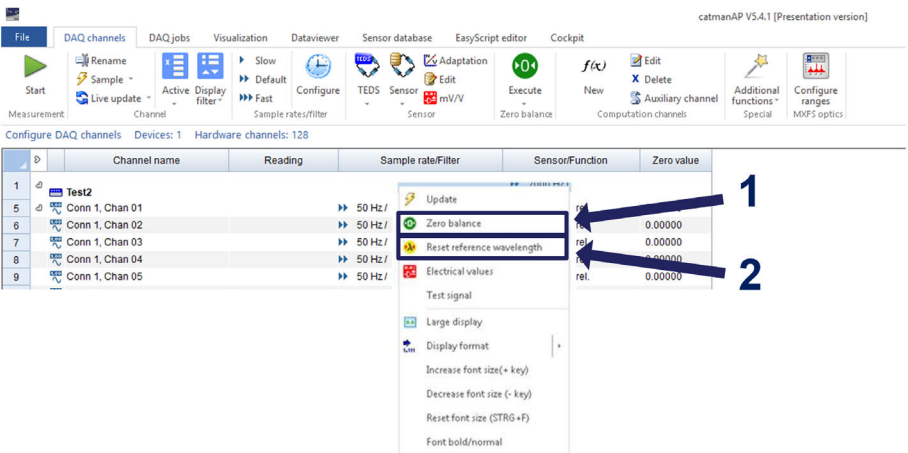

Abb. 5.28 Nullstellen und Reset Referenzwellenlänge
- Alternativ klicken Sie mit der rechten Maustaste auf die Zeile zum Nullstellen und wählen Sie die Option **Zero Balance** (Nullstellen) (Ziffer 1 in Abb. 5.28).
- Klicken Sie mit der rechten Maustaste auf die Zeile, die zurückgesetzt werden soll, und wählen Sie die Option **Reset reference wavelength** (Reset Referenzwellenlänge) (Ziffer 2 in Abb. 5.28).